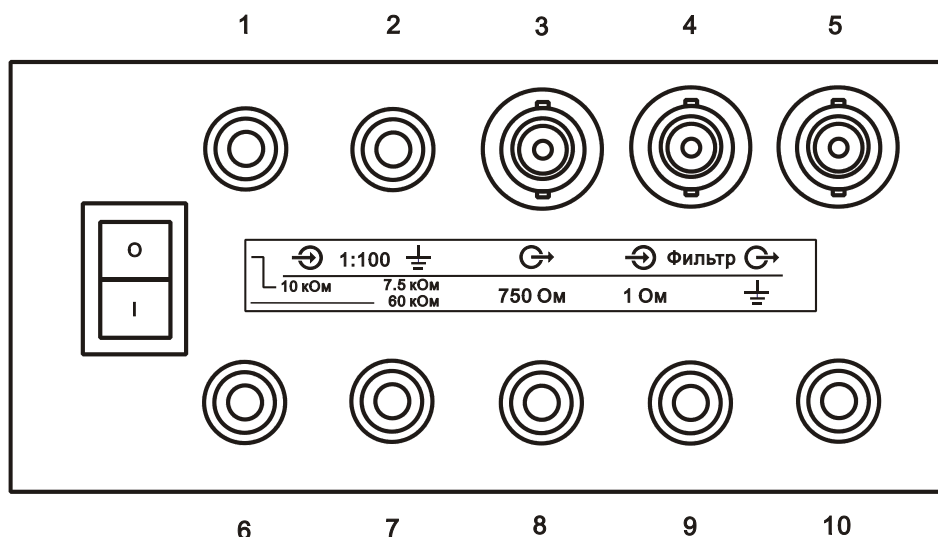

Рисунок 6.4 – Условная нумерация клемм блока нагрузок
2) методом непосредственной оценки - измерений выходного напряжения с помощью вольтметра более высокой точности, например калибратора-вольтметра универсального Н4-12 (см. рисунок 6.4) в соответствии с указаниями п.6.6.3.2.2.